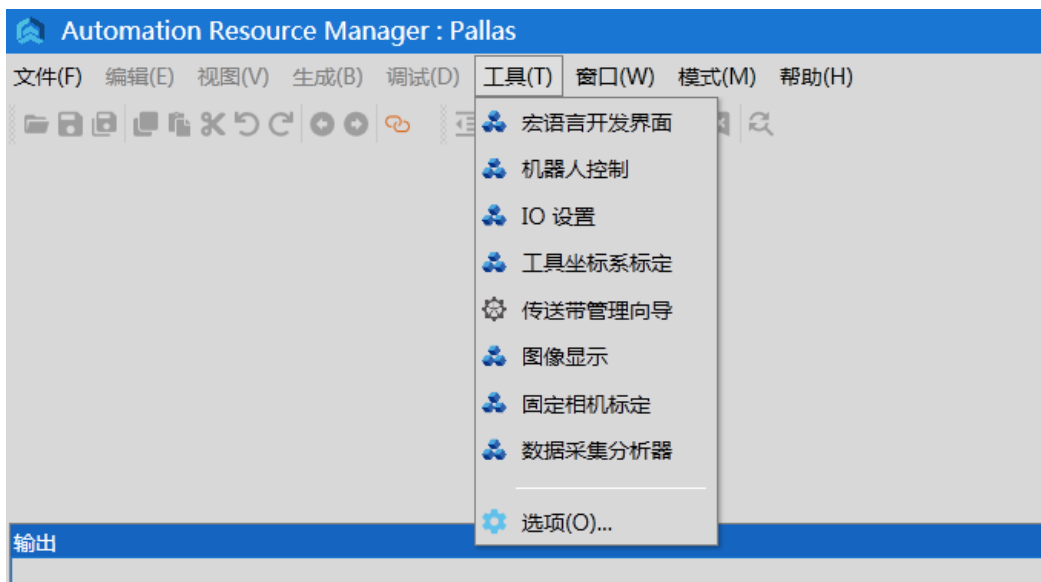

图 6-6 ARM 界面
**步骤2** 在 PALLAS 模式的 ARM 界面上点击菜单栏上<工具>，选择<宏语言开发界面>，如图 6-6 所示。